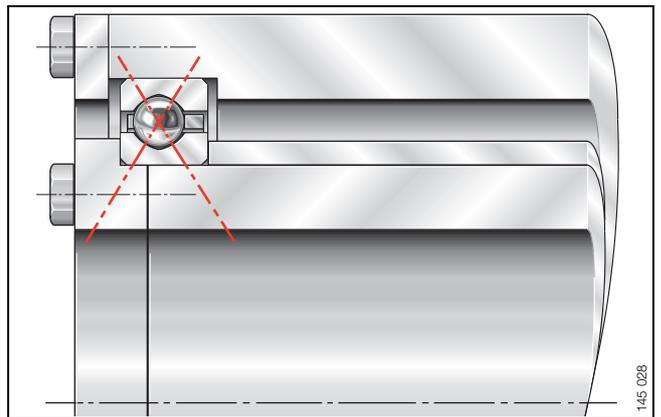

Bild 15 · Loslagerung eines Vierpunktlagers
- Loslagerung eines Vierpunktlagers (Bild 15)